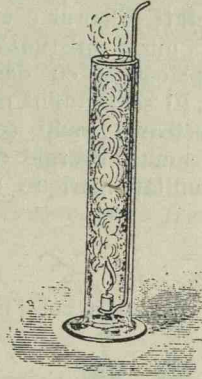

Fig. 83. O lumânare aprinsă introdusă în clor arde cu fum.
4. O lumânare aprinsă introdusă într'un vas cu clor arde cu fum, fig. 83.